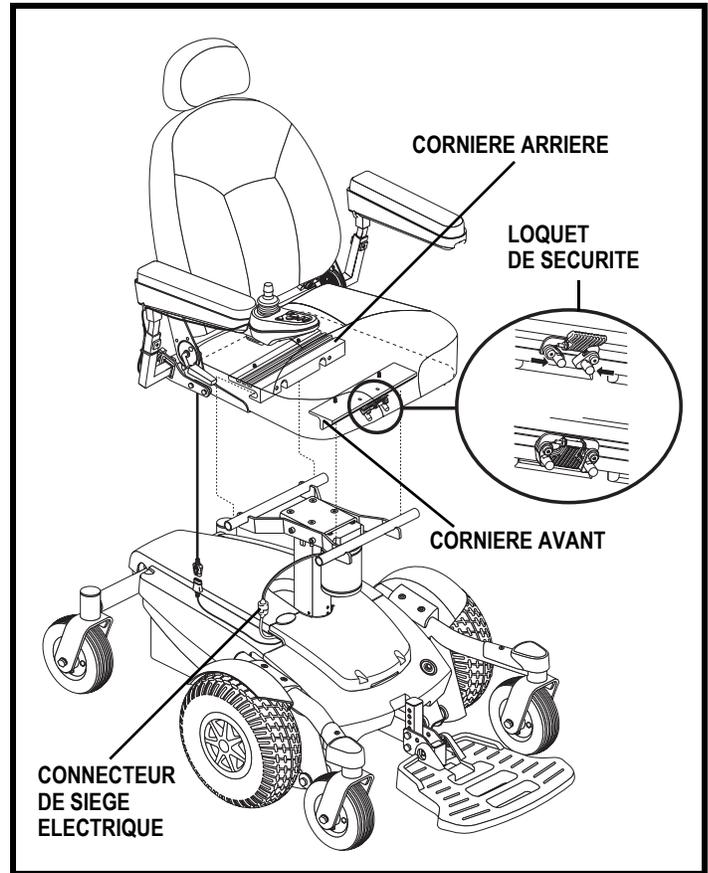

Figure 14. Système de montage universel sur Select 6 avec sièges électriques
Il se peut que vous ayez à installer le siège avant la première utilisation ou après avoir transporté votre fauteuil motorisé. La plupart des sièges sont fixés à la base à l'aide du «Système de Montage Universel» (SMU). Le système de montage universel (SMU) est composé de pièces compatibles au siège à dossier moyen ou à dossier haut sans égard à la largeur ou à la profondeur du siège. Les composants principaux sont deux cornières en aluminium montées sous le siège. Les deux pièces principales sont des cornières d'aluminium montées sur la base du siège. Celles-ci se fixent sur la paire de barres trapèze fixées sur la base motorisée. Voir la figure 14.
4. Branchez le câble du contrôleur dans son connecteur sur la base motorisée. Voir la figure 14.